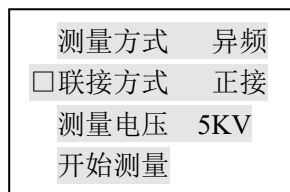

图 5 联接方式
② 按“ENT”键，光标进入“测量方式  工频”，按“▲”、“▼”键，则调整为“测量方式  异频”，按“ESC”键，光标移至首位，再按“▼”键，将光标移至下一排“联接方式”前，见图 5 所示。